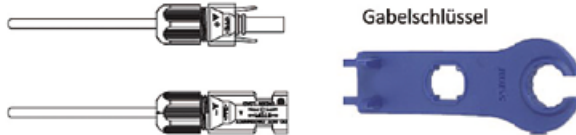

Abbildung 3.19
- Schrauben Sie die Mutter mit einem Gabelschlüssel auf das Anschlussende, um sicherzustellen, dass die Klemme gut abgedichtet ist, wie in Abbildung 3.19 gezeigt: